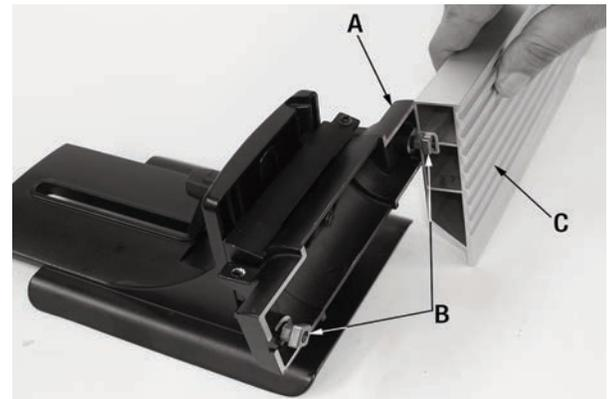

FIGURE 5
2) Insérez une vis allen à tête ronde dans chacun des 2 trous du support de montage (A) Fig.5 et vissez un écrou carré (B) quelques tours sur chacune des vis allen à tête ronde.
3) Glissez la rainure en T à l'arrière du guide (C) sur les 2 écrous carrés (B).
4) Centrez le guide (C) sur le support de montage (A) et fixez-le en serrant les 2 vis allen à tête ronde.